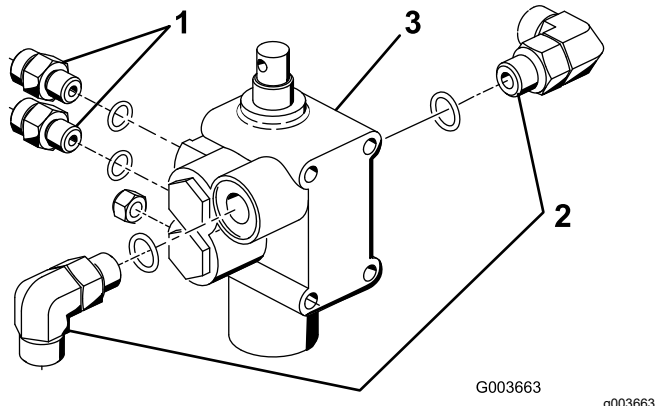

图 7
1. 如图 7 所示将 90°接头和 2 个直通液压接头拧入新提升阀。